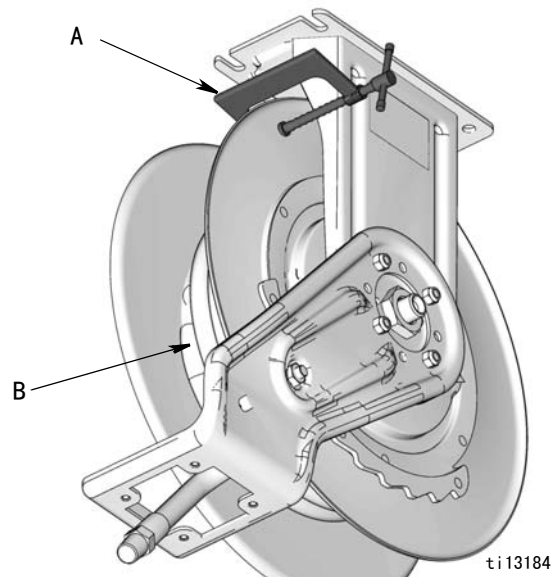

图 19
- 将 C 型夹板（A）安装到卷盘法兰上，以防止卷盘意外脱锁和自由转动（图 19）。